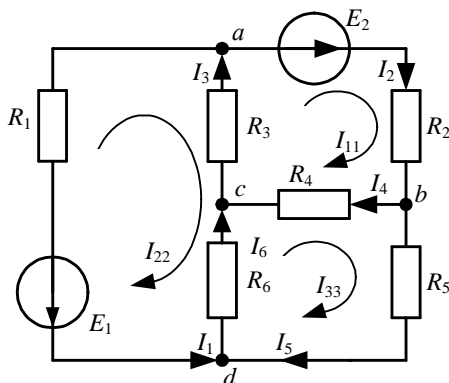
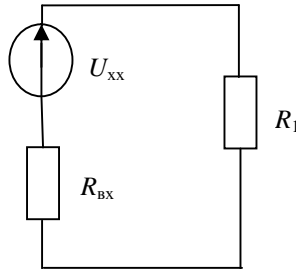

Рис. 2.38
Рис. 2.42
Пример 2. Для электрической цепи (рис. 2.38) рассчитать токи методом контурных токов, если известно, что $E_1 = 40 \text{ В}$, $E_2 = 20 \text{ В}$, $R_1 = 15 \text{ Ом}$, $R_2 = 27 \text{ Ом}$, $R_3 = 5 \text{ Ом}$, $R_4 = 15 \text{ Ом}$, $R_5 = 12 \text{ Ом}$, $R_6 = 10 \text{ Ом}$. Провести проверку правильности расчета токов, составив баланс мощностей. Определить значение тока I_1 методом эквивалентного генератора.
Определить значения токов в ветвях методом контурных токов, считая, что в каждом независимом контуре схемы (рис. 2.38) течет свой контурный ток: I_{11} , I_{22} , I_{33} . Для единообразия направить контурные токи в одну сторону, в данном случае по часовой стрелке.
Следует определить истинные токи в ветвях. Ток в ветви равен алгебраической сумме контурных токов, протекающих в этой же ветви. Рассчитать значения токов в ветвях схемы рис. 2.38, сравнивая направления контурных токов в ветвях с направлением истинных токов:
Действительные направления токов I_2 и I_5 противоположны принятым для них на рис. 2.38 за положительные.
3. В результате замены по отношению к сопротивлению R_1 всей остальной схемы на рис. 2.38 эквивалентным генератором с ЭДС, равной напряжению холостого хода U_{xx} , и внутренним сопротивлением, равным входному сопротивлению $R_{вх}$, получить схему на рис. 2.42.
Пример 4. Определить величину E_1 в электрической цепи (рис. 2.42), где $E_2 = 130 \text{ В}$, $R_1 = R_2 = 0,5 \text{ Ом}$, $R_3 = 9,5 \text{ Ом}$, при условии, что ток $I_1 = 0$.